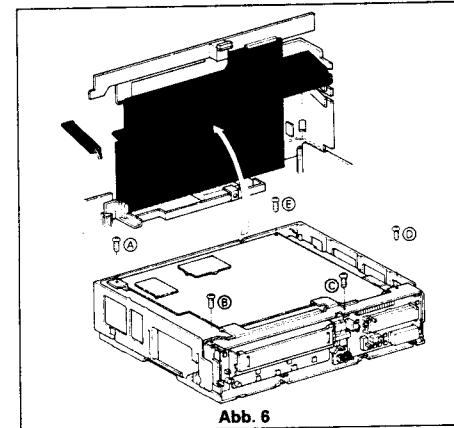

Abb. 6
2. Entfernen Sie die fünf Befestigungsschrauben (A), (B), (C), (D) und (E) siehe Abb. 6.
3. Bringen Sie die Hauptplatine in die Serviceposition indem Sie die Platine senkrecht in die dafür vorgesehene Halter vor der Rückseite stellen. Siehe Abb. 6. Die Timerplatine hängt lose an den Verbindungskabeln. Achten Sie darauf, daß diese nicht abreißen.